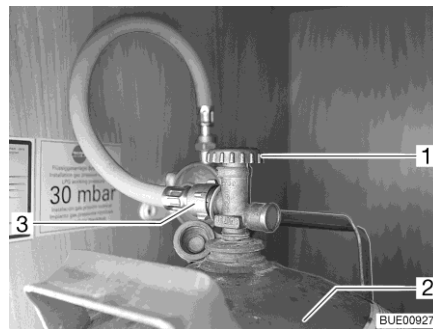

Fig. 174 Compartiment à gaz
- Fermer le robinet principal (Fig. 174,1) de la bouteille de gaz (Fig. 174,2). Observer le sens de la flèche.
- Dévisser la lyre (Fig. 174,3) de sur la bouteille de gaz.